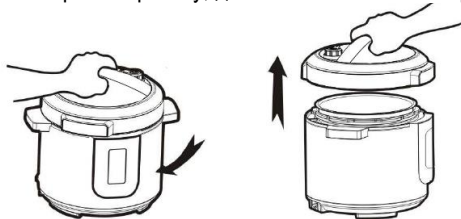

Рис.1
1. Откройте крышку, для чего возьмитесь за ручку крышки и поверните её по часовой стрелке до позиции открытия крышки, а затем поднимите вверх. См. рис. 1.